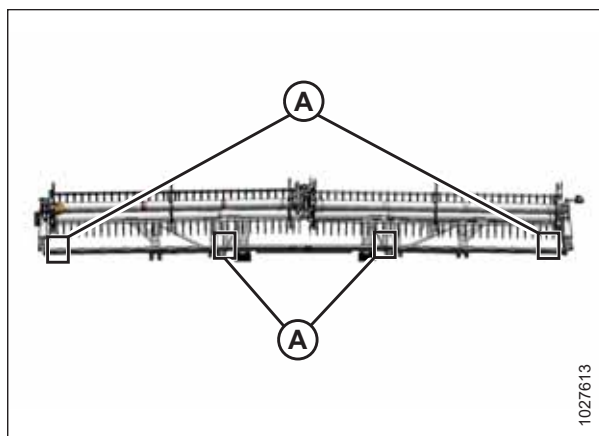

Figura 4.263: Locațiile de măsurare în cazul FlexDraper® – Rabator dublu
- Hedere cu rabator dublu: Figura 4.263, pagina 738